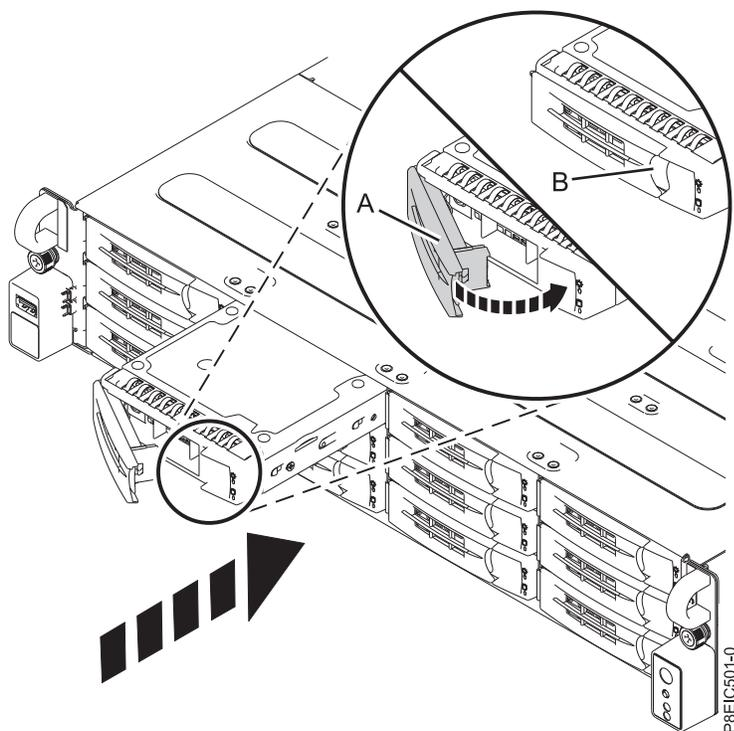

Figura 6. Bloqueo del asa de la bandeja de unidad
3. Aguante la unidad por la parte inferior cuando coloca la bandeja de la unidad. Deslice la bandeja de la unidad por todo el recorrido hasta el sistema. Empuje la bandeja de la unidad hasta que el asa de la bandeja de unidad (A) se empiece a cerrar y, después, empuje el asa hasta que se cierre, tal como se indica en Figura 6.